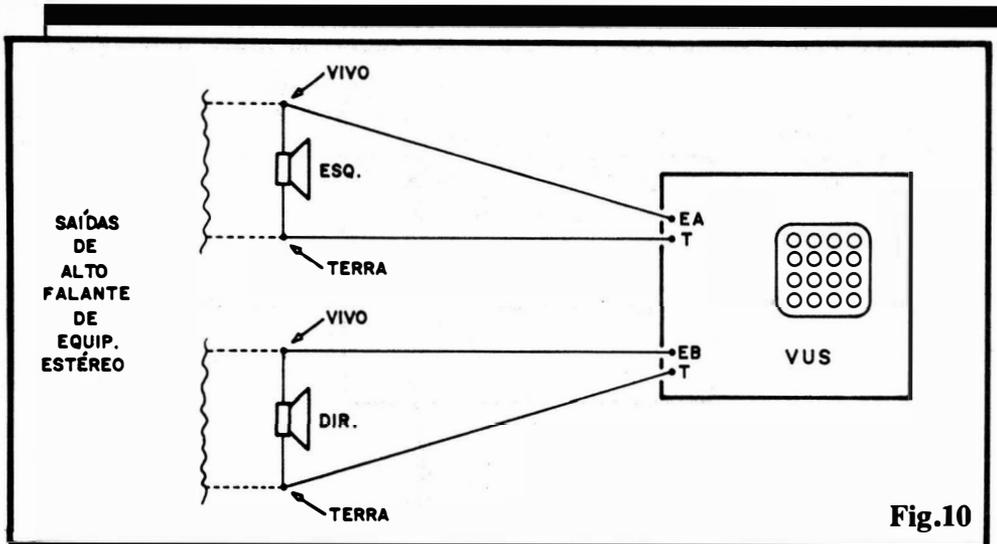

Fig.10
- FIG. 10 - OBTENDO OS SINAIS DE EXCITAÇÃO PARA O VUS - Conforme já foi explicado, os sinais para excitação dos dois "eixos" de visualização no **display** do VUSCÓPIO, podem ser diretamente "puxados" dos próprios terminais dos alto-falantes dos dois canais de um sistema de áudio estéreo qualquer... É importante determinar-se nas tais Saídas para alto-falante, qual é o "polo" de "Terra", já
Com o VUSCÓPIO devidamente alimentado (ligado a uma fonte de 12 VCC, com disponibilidade de Corrente para um mínimo de 250 mA, ou ao sistema elétrico de um carro - 12V...) e com as conexões de sinal devidamente feitas (fig. 10), inicialmente ajusta-se o **volume** do áudio no equipamento, conforme os gostos ou necessidades do local/ouvinte... Os dois **trim-pots** de pré-ajuste do VUS (ambos de 4K7, codificados como PA e PB no "esquema" da fig. 1...) podem - inicialmente - ficar em suas posições **médias** ("meio giro" no